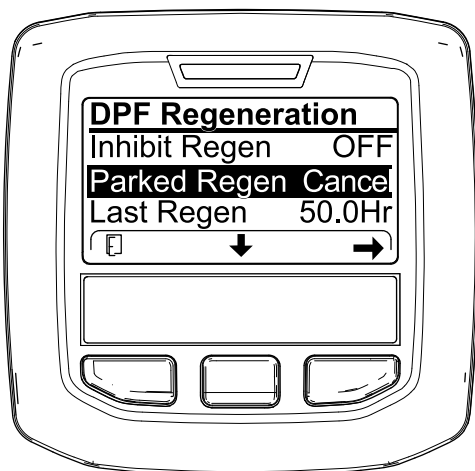
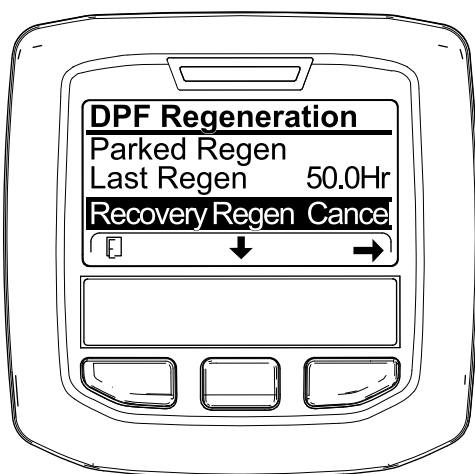

Рисунок 60
Рисунок 61
1. Перейдите к меню регенерации DPF (Рисунок 60).
2. Нажмите среднюю кнопку, чтобы перейти вниз к опции PARKED REGEN CANCEL (ОТМЕНА СТАЦИОНАРНОЙ РЕГЕНЕРАЦИИ) (Рисунок 60) или к опции RECOVERY REGEN CANCEL (ОТМЕНА ВОССТАНОВИТЕЛЬНОЙ РЕГЕНЕРАЦИИ) (Рисунок 61).
3. Нажмите правую кнопку для выбора опции Regen Cancel (Отмена регенерации) (Рисунок 60 или Рисунок 61).